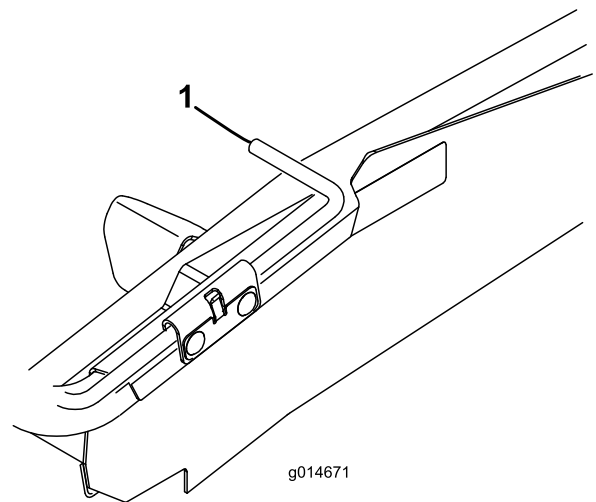
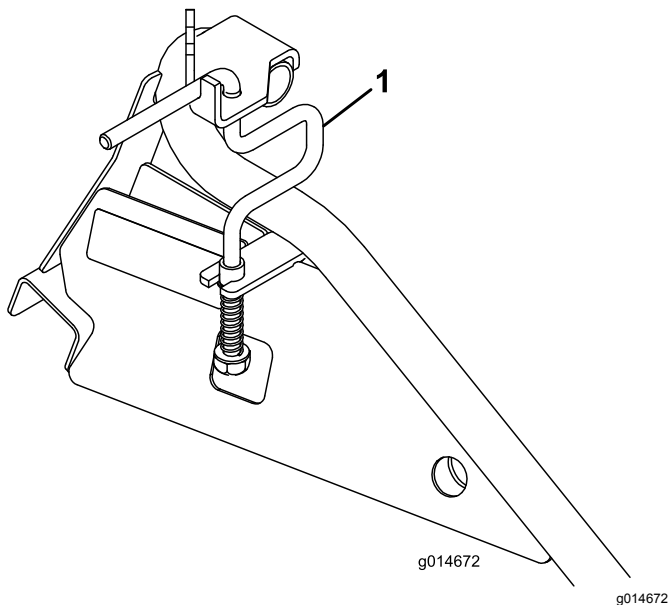

図 13
図 14
- フラットランプの場合は、ホイールロッドを下向きにしてグリーンモアの移動走行用タイヤの上にくるようにセットする 図 13。
- レールランプの場合は、ホイールロッドを引き上げてグリーンモアの移動走行用タイヤの後ろにくるようにセットする 図 14。
2. フラットランプの場合は、ホイールロッドを上に戻し 図 13、レールランプの場合は、ランプと平行にオープンなるように回す 図 14。